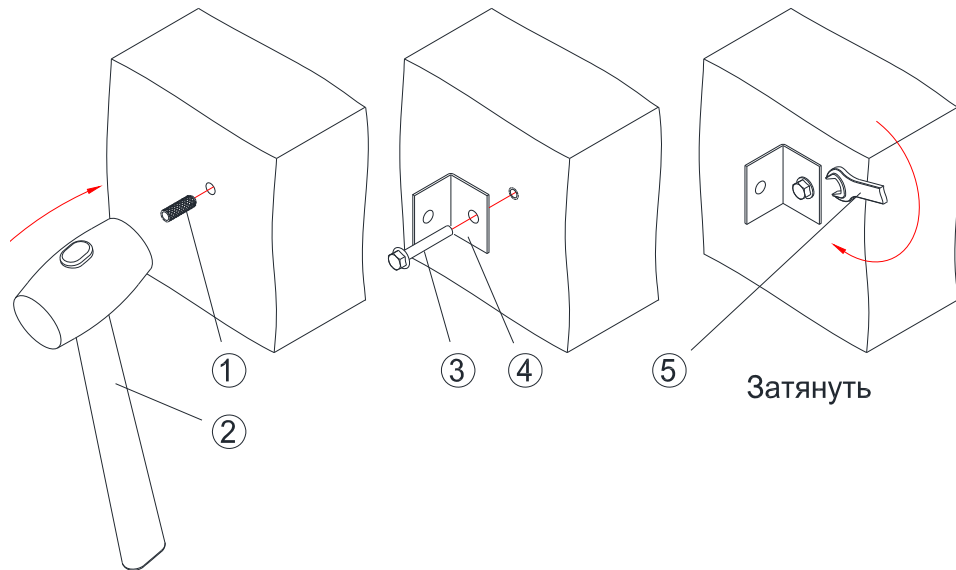

Рисунок 58
9.2.3.4 Монтаж анкеров стального и латунного (рисунок 58):